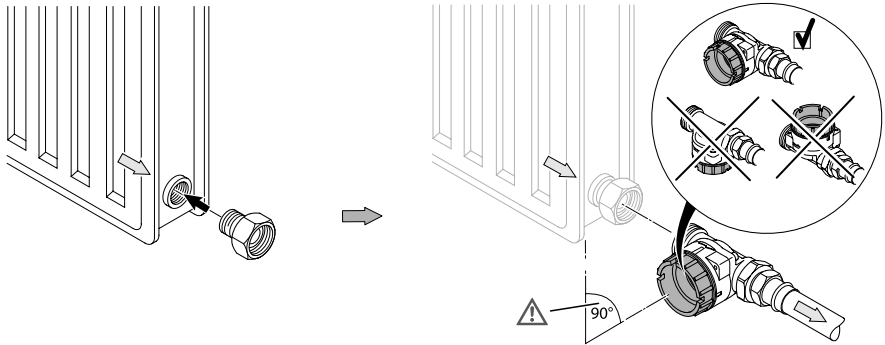

Fig. 12: Installation des Heatfixx Pumpenadapters Durchgang
- Pumpendrehzahl durch ein- oder mehrmaliges Drücken des Konfigurationstasters (Fig. 12, Pos. a) gem. nachfolgender Tabelle 4 einstellen.
- Den Einbau des Pumpenadapters aufgrund der Vermeidung von Lufteinschlüssen im Rücklauf vornehmen (Fig. 12). Die Montageschritte des Pumpenadapters im Detail sind der jeweils mitgeltenden Montageanleitung des Adapters zu entnehmen (s. Kapitel 1.2 „Mitgeltende Unterlagen“, S. 6).